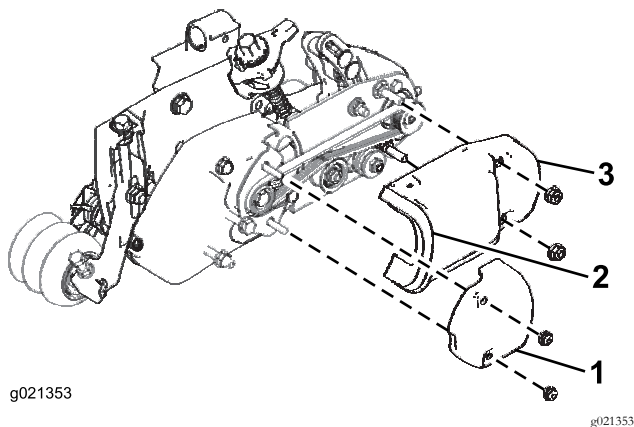

Bild 14
2. Setzen Sie die Groomerzugangsabdeckung auf (Bild 14).